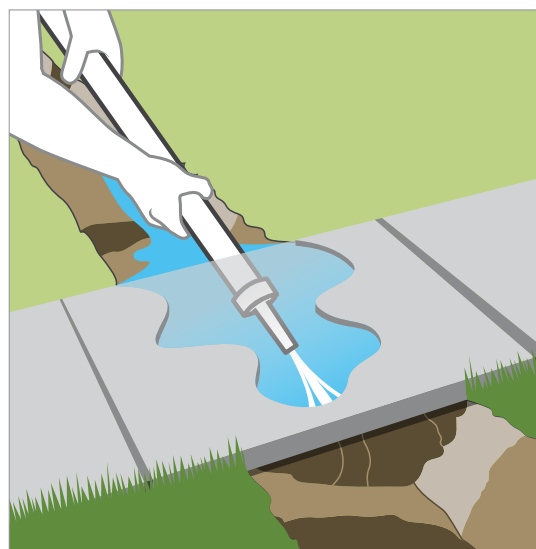

Figura 3
5. Instalación de la tubería debajo de un camino o una vía de acceso: Método de perforación por chorro de agua — Usando un adaptador a rosca de tubería a manguera, conecte un extremo de la tubería a una manguera de jardín y coloque una boquilla de manguera de chorro pequeño en el otro extremo. Encienda el agua e introduzca el chorro bajo el pavimento *Figura 3*.